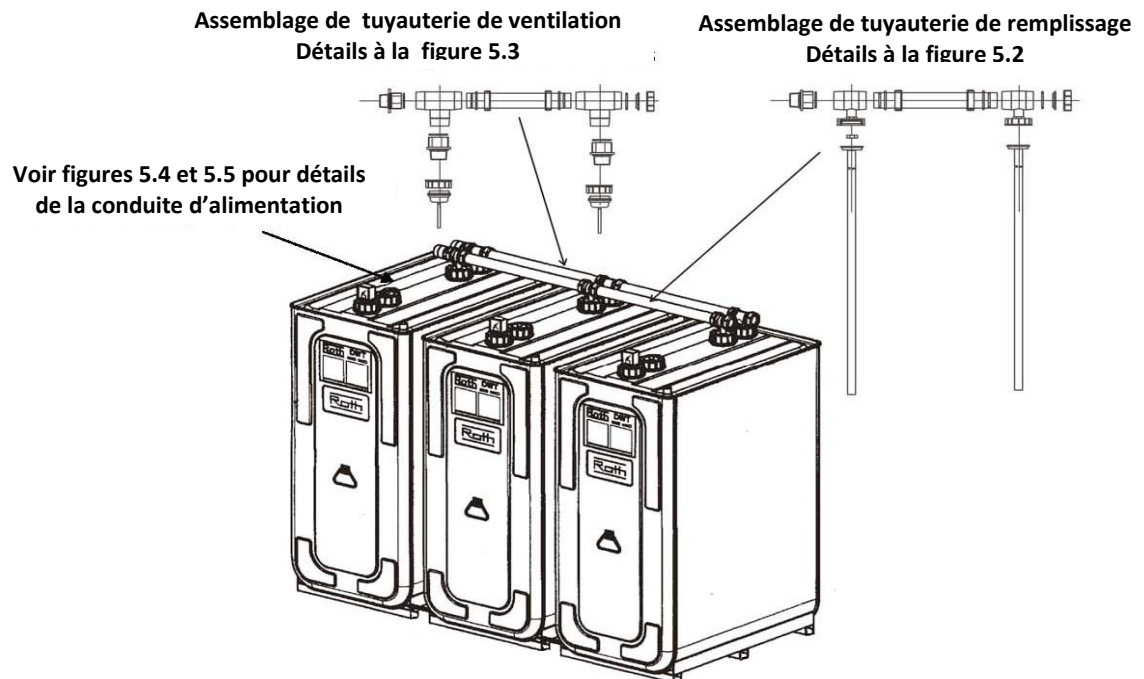

Figure 5.1
1. Lorsqu'on installe des réservoirs en batterie avec l'intention d'utiliser des tuyauteries communes de remplissage et ou d'alimentation de combustible, tous les réservoirs doivent être du même modèle, à la même hauteur, de niveau et rigoureusement droits. Des modèles différents ne peuvent pas être jumelés sans encourir le risque de remplissage ou de soutirage inégaux. Les réservoirs doivent être tous à la même distance du mur ou alignés le long d'une autre structure droite de façon à ce que les tuyauteries et les raccords soient tous à angle droit par rapport aux autres dans le but d'obtenir une étanchéité parfaite (voir figure 5.1 plus bas).